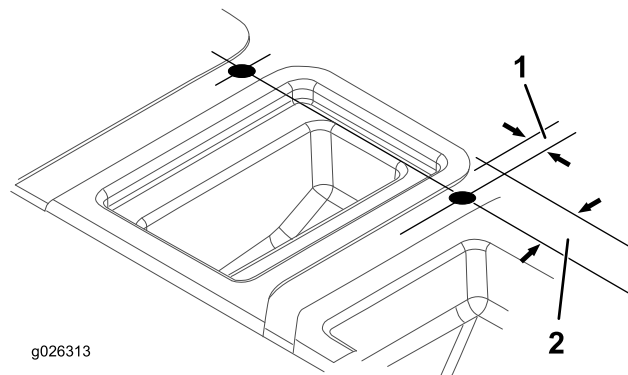

Рисунок 9
7. Используя размеры, показанные на Рисунок 9, определите и отметьте местоположение и просверлите два отверстия в верхней части основания сиденья.